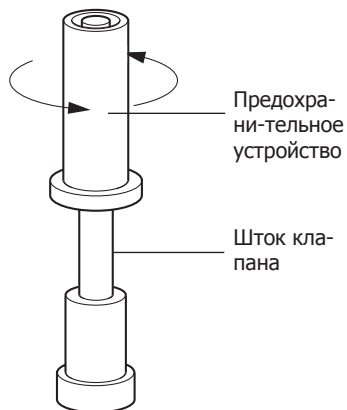

Рис. 20
- Теперь можно открутить со штока предохранительное устройство и накрутить новое. (рис. 20).